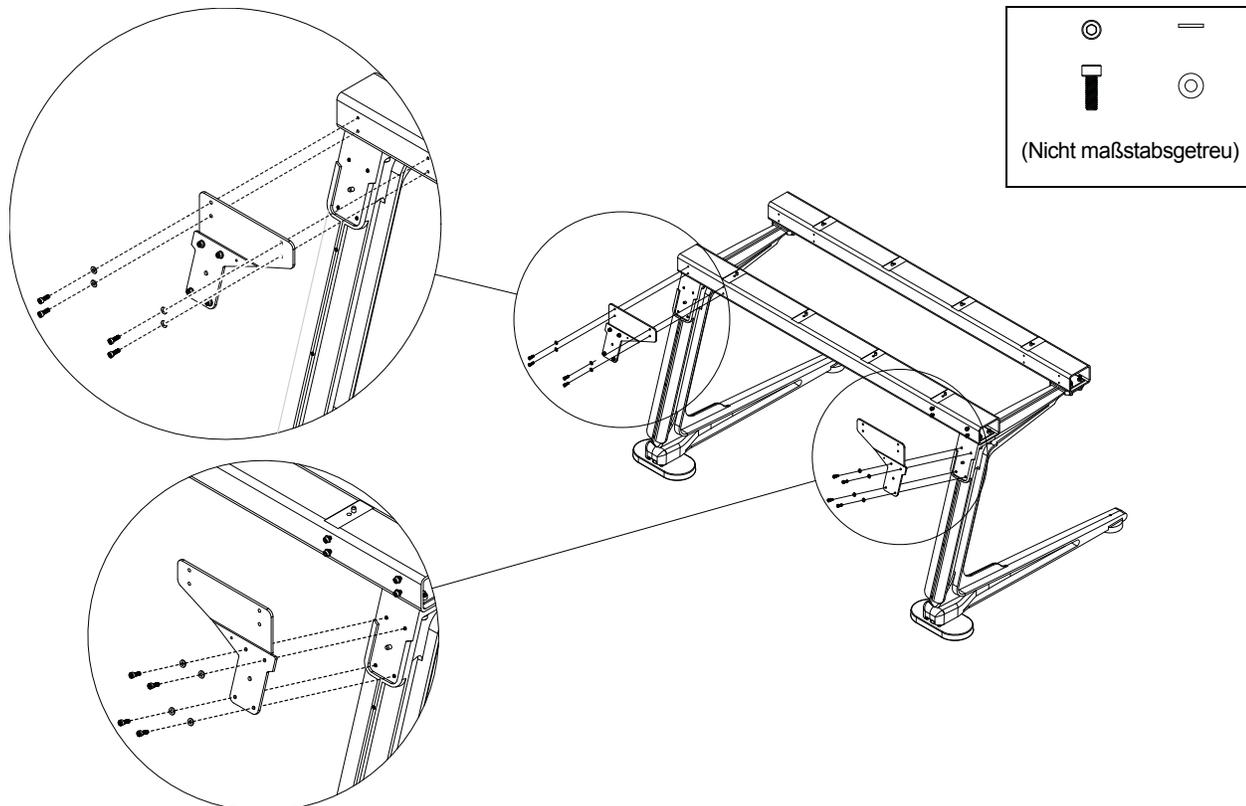

Abbildung 5. Anbringen der hinteren Eckwinkel
- 1 Bringen Sie mit je vier Schrauben und Unterlegscheiben (beiliegend) die hinteren Eckwinkel wie in Abbildung 5 dargestellt an. Richten Sie die Stifte auf den Winkeln an den Löchern auf der Oberseite der Standbeine aus.